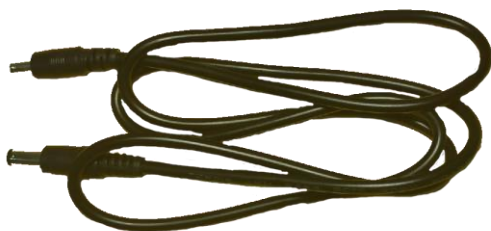
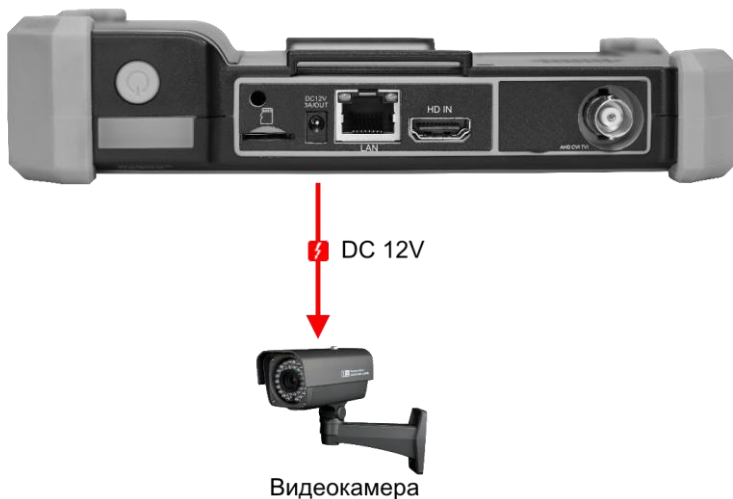

Рис.3 Кабель DC-DC(тонкий)
Рис. 4 Подключение питания DC 12V к видеокамере с использованием тестера
- 2) Подключите питание к видеокамере. Сделать это можно от самого тестера с помощью кабеля DC-DC (тонкий) из комплекта поставки (рис.3). Один конец кабеля с тонким штекером подключите к выходу на тестере DC12V/3A OUT, а другой к видеокамере (рис.4) Убедитесь, что видеокамера питается именно от 12V, в противном случае (некоторые управляемые PTZ видеокамеры потребляют 24V) запитайте видеокамеру от отдельного источника питания.